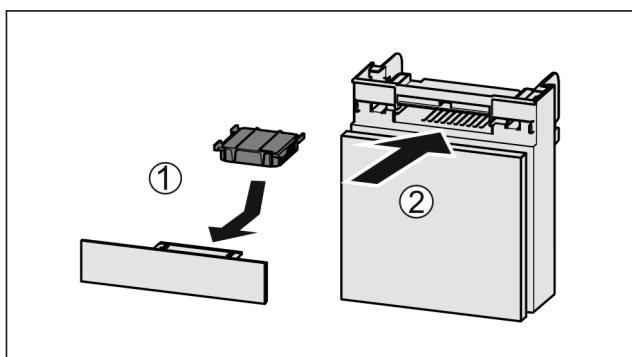

Fig. 84
- Вставити фільтр з активованого вугілля за малюнком Fig. 84 (1).
► Вставити відділення Fig. 84 (2).